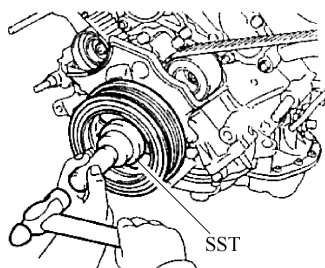

图 1-29 安装减振器
② 检查并确认正时标记对准。
③ 如果任一带轮的正时标记未对准，则拆下正时带并重新安装。
④ 拆下曲轴减振器螺栓。
(2) 安装信号盘 安装 1 号曲轴位置传感器信号盘。
(3) 安装正时带盖 安装 1 号正时带盖，用 4 个螺栓安装正时带盖。
(4) 安装曲轴减振器分总成 见图 1-29。